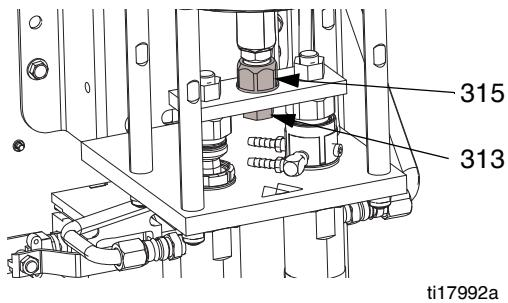

Рис. 1
- Ключом придерживайте стержень поршня и снимите адаптер (315) с помощью другого ключа. См. Рис. 1.
- Нанесите на адаптер (315) средний синий резьбовой герметик. Ключом придерживайте стержень поршня и установите адаптер (315) с помощью другого ключа. Затяните с моментом 32–38 футофунтов (43–51 Н•м). См. Рис. 1.